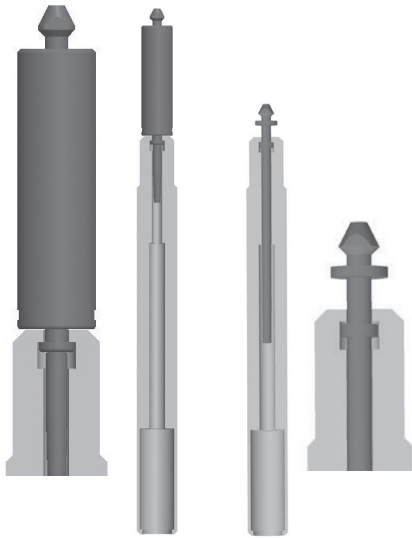

図 G4
3. シリンダ 9 をツール A の対応するスロットを使用して取り外します。ねじ接合部を反時計回りに回して緩め、シリンダモジュールを引き抜きます(図 G4)。12.5µl、125µl、および1250µl モデルにはツールヘッド 1 を、300µl モデルにはツールヘッド 2を使用してください。